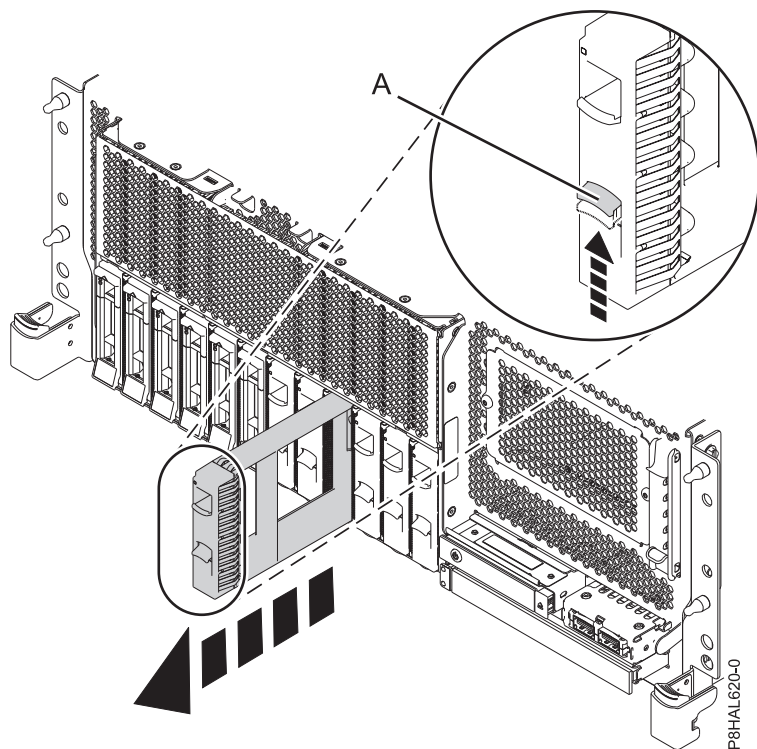

Figure 20. Retrait d'un obturateur d'unité de disque d'un système à fonction de base monté en armoire
- a. Appuyez sur le verrou (A) situé sur la poignée de l'obturateur dans la direction indiquée à la figure 20, à la page 27.